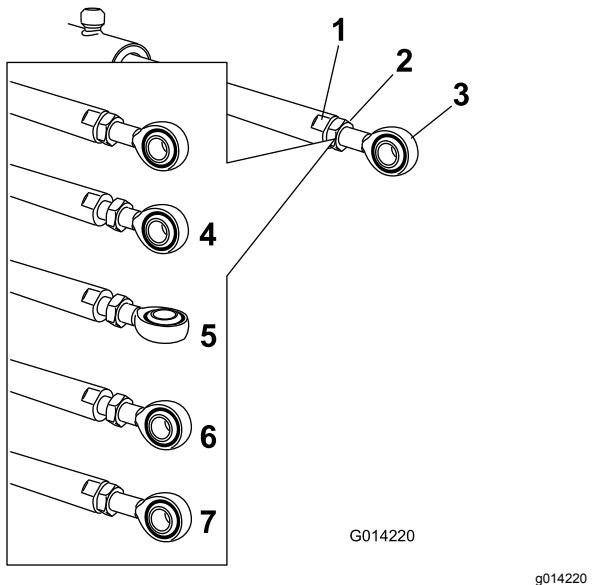

Figura 97
4. Utilize uma chave nos lados planos da barra do acionador para o imobilizar e, em seguida, desaperte a porca para permitir que a barra do olhal seja manipulada (Figura 97).
5. Rode a barra do olhal na barra do olhal para diminuir ou aumentar o acionador estendido para a posição desejada (Figura 97).